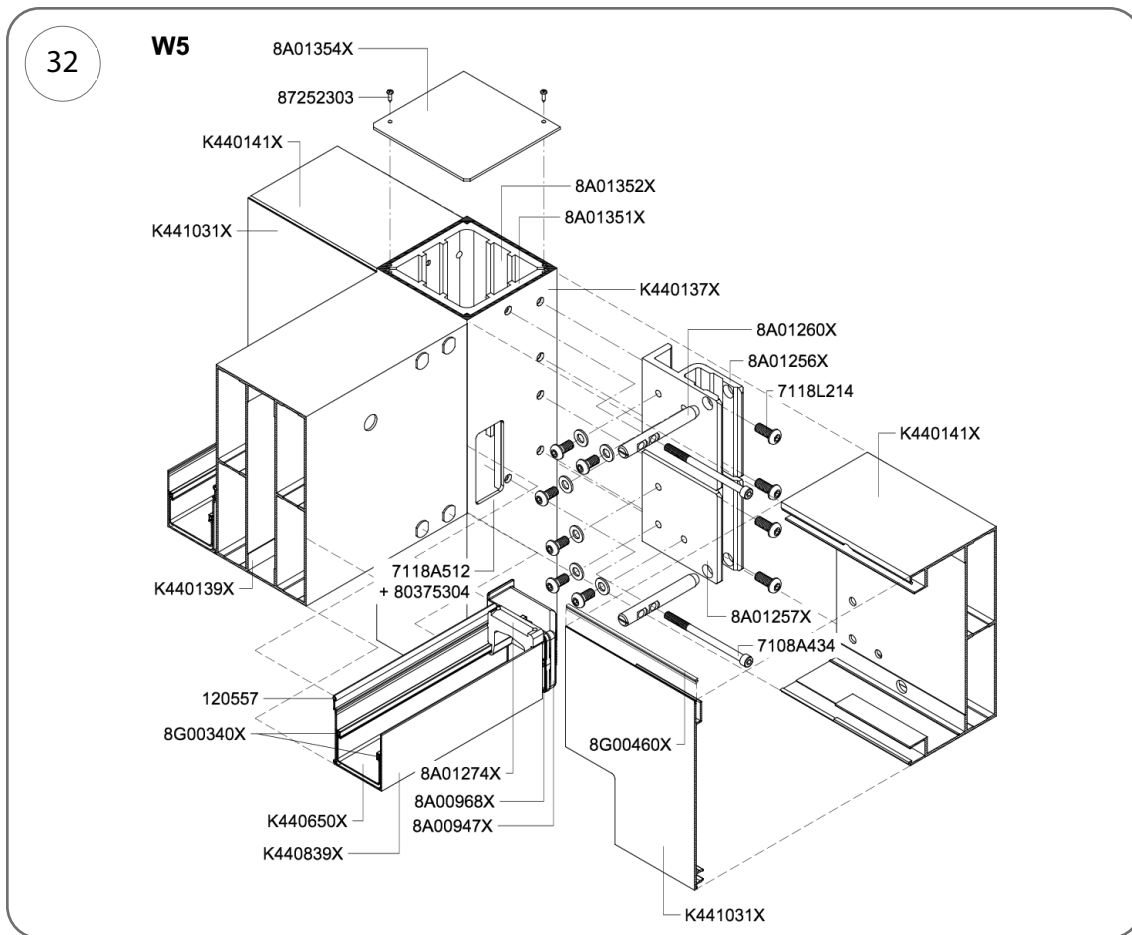

Abb. 32
3. Führen Sie die Schrauben Kat.-Nr. 7108A434 (M8 x 120 mm) durch die Löcher in den Bolzen 8A01260X führen und diese in die Wand der Zwischenpfostenverbinder 8A01351X und 8A01352X im Fall des Knotens W5 mit Zwischenpfette (Abb. 32) einschrauben, oder führen Sie die Schrauben Kat.-Nr. 7108A434 (M8 x 120 mm) durch die Bohrungen in den Bolzen 8A01260X und schrauben Sie diese in die Wand des Zwischenverbinders 8A0101258X ein, im Falle des Knotens W6 mit Zwischenpfette (Abb. 33).